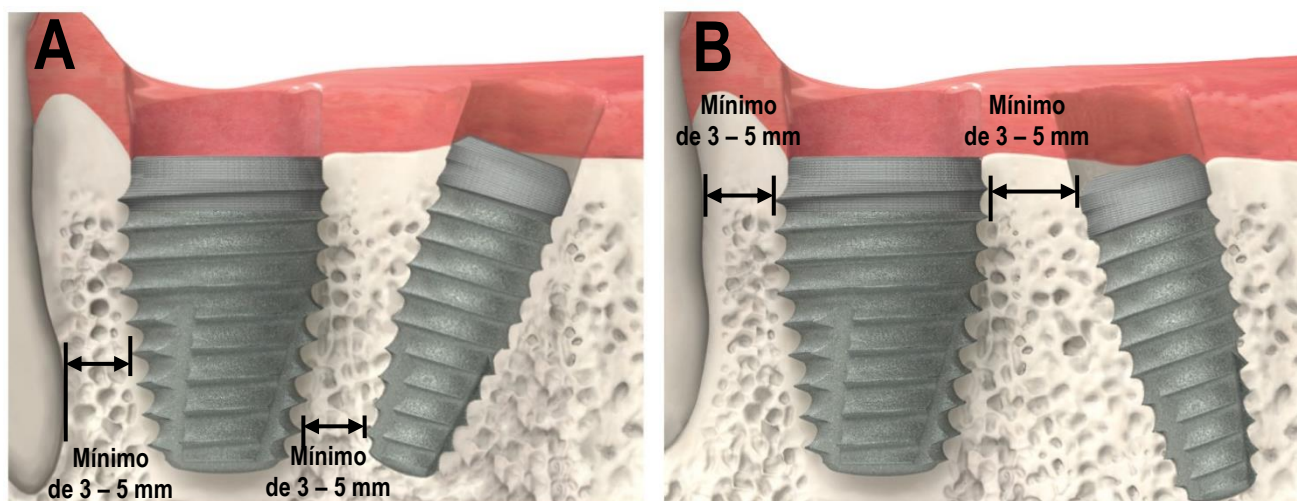

Figura 1. Avisos e Precauções (3)
Os dispositivos não devem ser utilizados em pacientes com alergia ou sensibilidade conhecida ao material dos dispositivos. Os implantes dentários podem partir-se durante o funcionamento devido a uma série de motivos, incluindo a sobrecarga resultante de uma oclusão inadequada, a fadiga do metal e o aperto excessivo do implante durante a inserção. Uma determinada percentagem de implantes pode não alcançar ou manter a osseointegração, conforme demonstrado pela mobilidade, pelo que devem ser removidos. As potenciais causas de fratura do pilar incluem, entre outras: fundição para além de um ângulo de 30 graus, fundição do titânio acima de 2010 °F (1099 °C), suporte desadequado do implante quando fixado a dentes periodontalmente comprometidos, encaixe não passivo da superestrutura, sobrecarga devido a uma oclusão indevida, assentamento incompleto de pilares cimentados e um cantilever excessivo dos pânticos. Os implantes de diâmetro pequeno com pilares curvos ou retos destinam-se à região anterior da boca, não se destinando à região posterior devido à possível falha do implante. Os Implantes IM cónicos (1) estão limitados à região molar; (2) restringidos para apenas um implante por local de extração molar; (3) devem ser colocados a 3 – 5 mm de implantes ou dentes adjacentes, em que a distância da extensão apical do implante ao implante adjacente ou ponto de contacto do implante com o dente deve ser 3 mm em relação à crista alveolar (**Figura 1**); (4) devem estar a, pelo menos, 1,5 mm das superfícies alveolares bucal ou lingual para permitir integração adequada; e (5) são utilizados quando o cirurgião determinou que a colocação de um implante mais estreito aumentaria a probabilidade de falha devido a fraca estabilidade primária ou o aumento de procedimentos cirúrgicos originaria complicações.